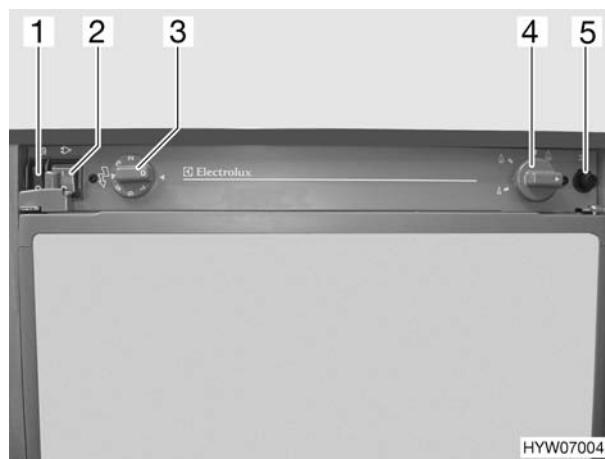

Fig. 88 Elementi di comando del frigorifero
- Posizionare l'interruttore 230 V (Fig. 88,2) su "0".
- Posizionare l'interruttore 12 V (Fig. 88,1) su "0".
- Spostare il pomello girevole (Fig. 88,4) sulla posizione di fiamma alta "", premerlo e mantenerlo premuto. Aspettare fino a che il gas non fluisce verso il bruciatore.
- Premere il pulsante di accensione (Fig. 88,5) due volte con forza a brevi intervalli.
- Posizionare l'interruttore 230 V (Fig. 88,2) su "I".
- Impostare con il termostato del pomello girevole "H" (Fig. 88,3) la temperatura di refrigerazione desiderata fra "1" e "7".